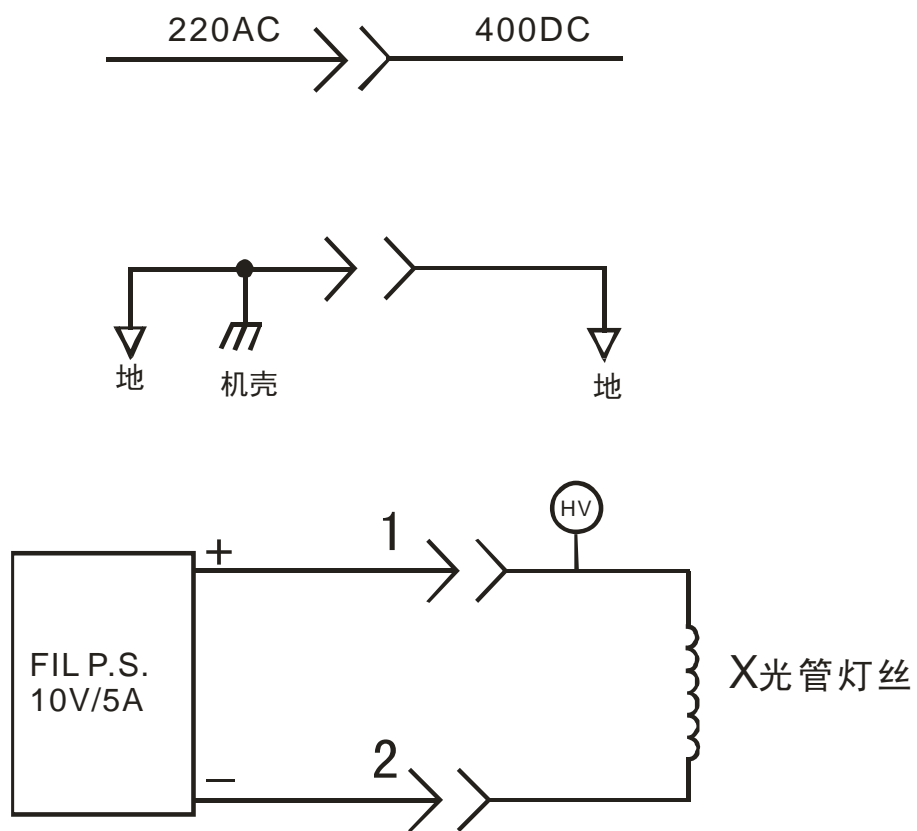

图 3.2 直流输入和灯丝接线图
- B) 良好的接地技术：高压电源的外壳必须良好接地，可直接用铜导线将电源的接地柱和地线相连，典型的接地方法见图 3.2。